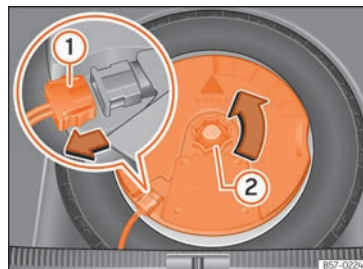

Fig. 292 En el maletero: desmontar el subwoofer.
- Desconecte el cable del altavoz subwoofer »» fig. 292 ①.
- Gire la ruedecilla de fijación en sentido contrario a las agujas del reloj »» fig. 292 ②.